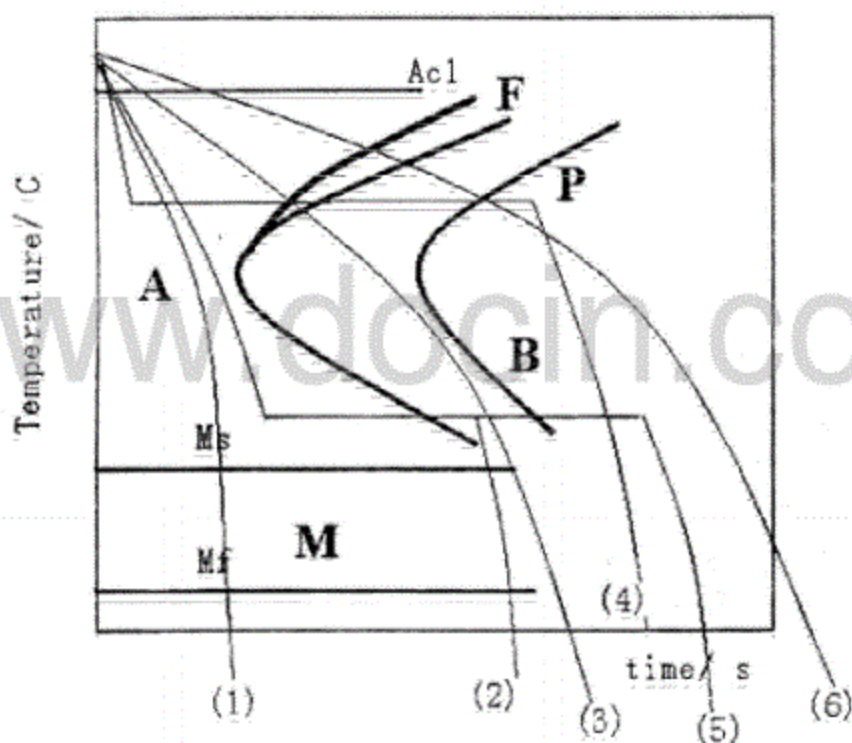

图3 某合金钢的过冷奥氏体转变CCT曲线
3. 根据如图3所示的某合金钢的过冷奥氏体转变C曲线(CCT曲线)，回答以下问题：(15分)